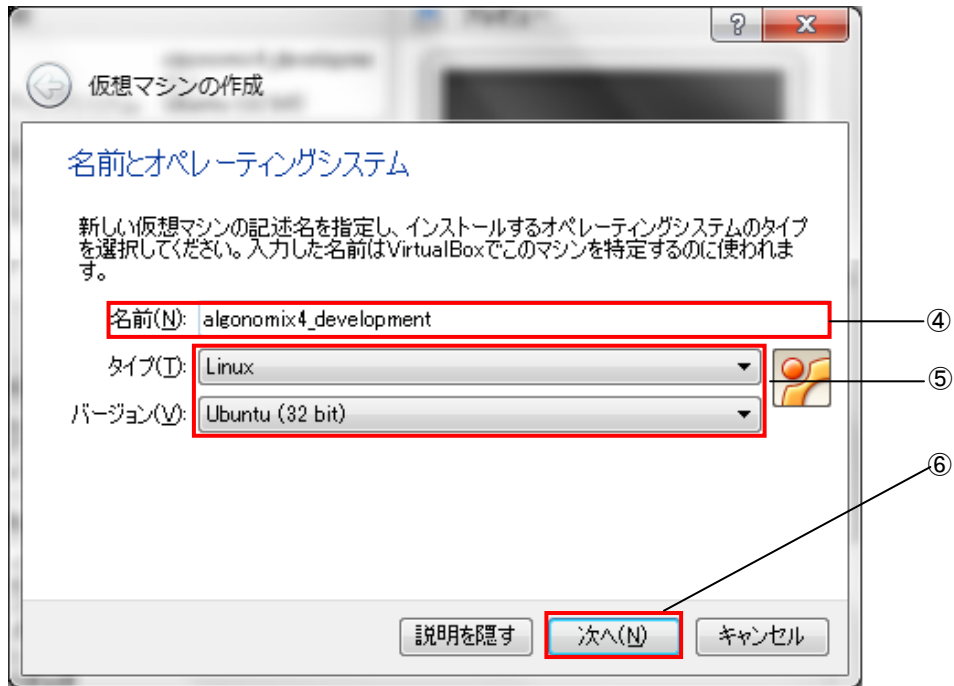

図 3-2-4-3. マシン名、OS タイプの設定
- ⑦ 図 3-2-4-4 のようなメモリ設定画面に変わります。仮想マシンのメモリサイズを入力します。